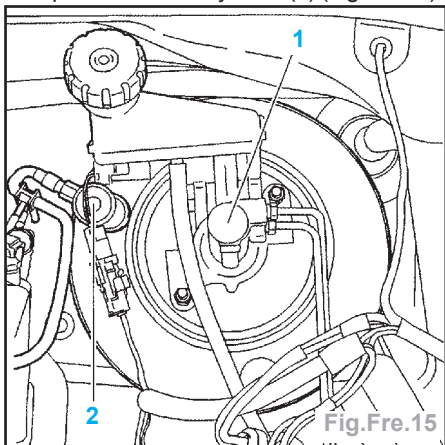

Fig.Fre.15
- Déposer le maître-cylindre (1) (Fig.Fre.15).